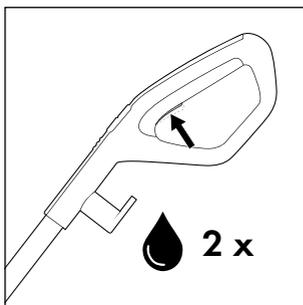
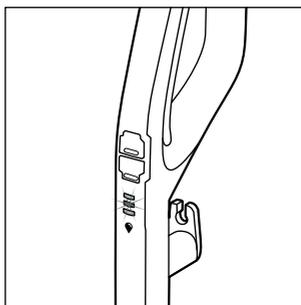

Fig. 18
Fig. 19
- ◆ Tryk kort to gange på kontakten til rengøringsopløsning **15** før brug for at aktivere den permanente sprayfunktion og gøre børsterullen **6** med rengøringsopløsning klar til brug (se fig. 18). Indikatoren for rengøringsopløsningen  **12** blinker blåt, når den permanente sprayfunktion er aktiveret, eller når der trykkes på kontakten til rengøringsopløsning **15** (se fig. 19).